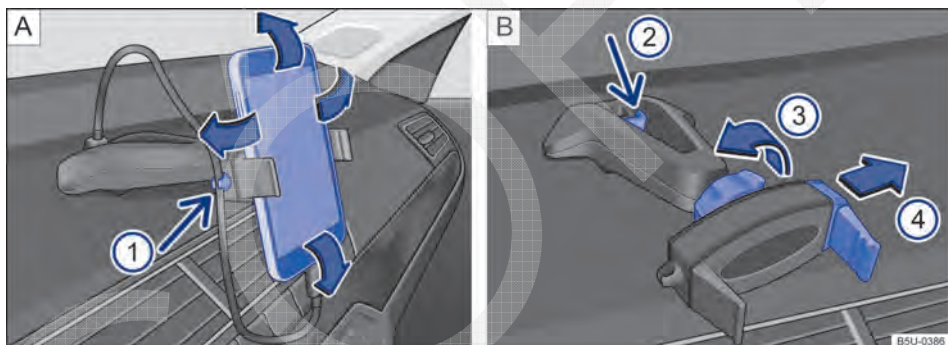

Fig. 148 No console central: suporte para smartphone e ajustes.
- Segurar o suporte com uma mão e pressionar o botão de destravamento → Fig. 148  ② (seta).
- Com a haste → Fig. 148 **B** ④ deslocar no sentido da seta, e instalar o smartphone no alojamento.
- Com a outra mão deslocar a haste → Fig. 148 **B** ④ até que seja possível remover o aparelho do alojamento.
- Colocar o cabo USB na entrada carregador USB do suporte existente no painel de instrumentos → Fig. 148 **A**.
- Prender o cabo no suporte → Fig. 148 **A** ①.
- Para liberar o movimento do suporte, girar a trava → Fig. 148 **B** ③ no sentido contrário da seta.
- Para fixar a posição, girar a trava no sentido da seta ③ → Fig. 148 **B** até a fixação total do suporte.
O suporte para smartphone tem garantia de 3 anos, com exceção da haste deslizante (garra) → Fig. 148   que tem garantia de 1 ano.